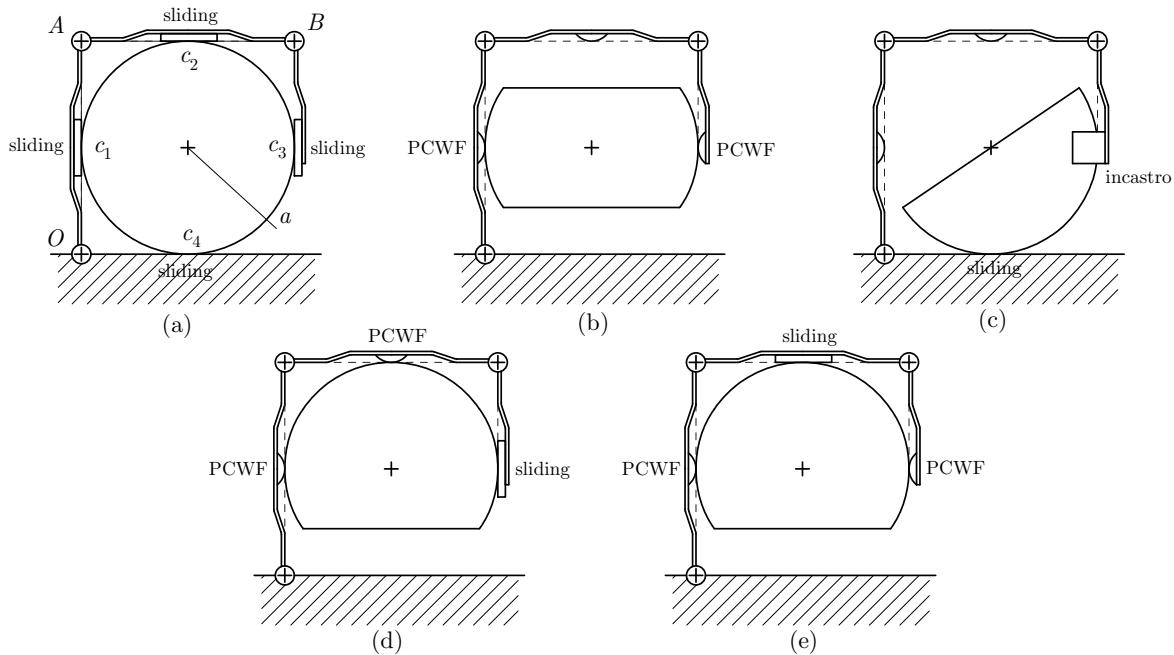

Figura 1: Configurazioni di presa per un gripper planare 3R.
- 1) In Figura 1 un gripper planare 3R completamente attuato afferra nelle 5 configurazioni da (a) ad (e) differenti oggetti. Con la dizione “sliding” (pannelli (a), (c), (d), (e)) si fa riferimento al fatto che l’oggetto ed il link/telaio non possono separarsi ma solo strisciare relativamente l’uno rispetto all’altro in direzione tangente al contatto; con “PCWF” (pannelli (b), (d), (e)) si indica che è consentito solo il moto relativo di rotazione fra le parti in contatto; infine l’incastro (pannello (c)), impone alle due parti interessate di muoversi solidalmente. Facendo riferimento alle tecniche studiate per l’analisi di velocità e di forza nei manipolatori paralleli, si determino per le 5 prese in Figura: (i) i Jacobiani dei differenti gripper \mathbf{J} ; (ii) le matrici di grasp \mathbf{G} ; (iii) le matrici di selezione \mathbf{H} ; (iv) le matrici Pfaffiane di vincolo \mathbf{A} . Si studino e si cerchi di parametrizzare (se esistono): (v) i moti labili dell’oggetto, i moti ridondanti del gripper, i moti coordinati; (vi) le forze interne per l’oggetto, le forze strutturali per il gripper e le forze strutturali interne per il sistema gripper-oggetto.